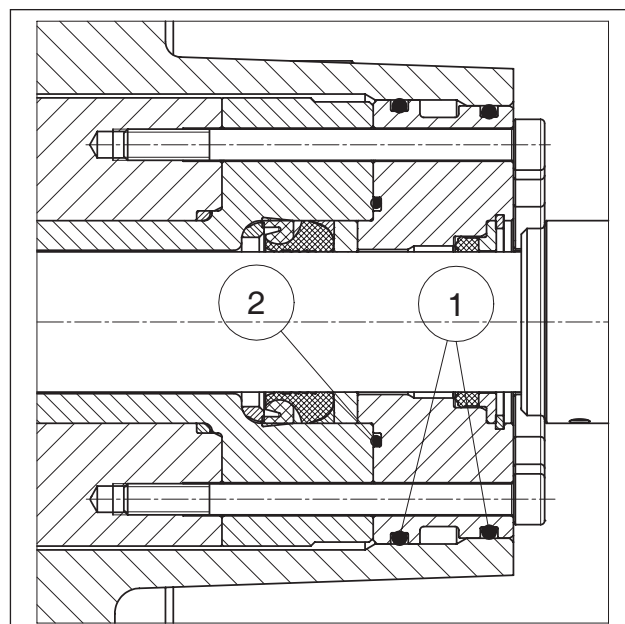
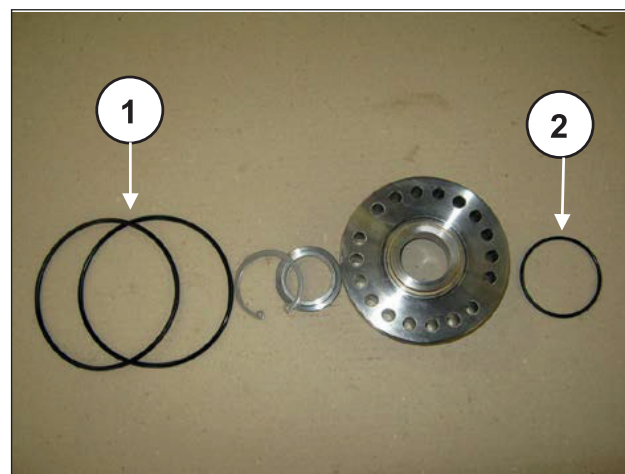

Fig. 206
Fig. 207
Remonte o grupo de suporte dos vedantes (Fig. 206 e Fig. 207) trocando os componentes ① e ②.